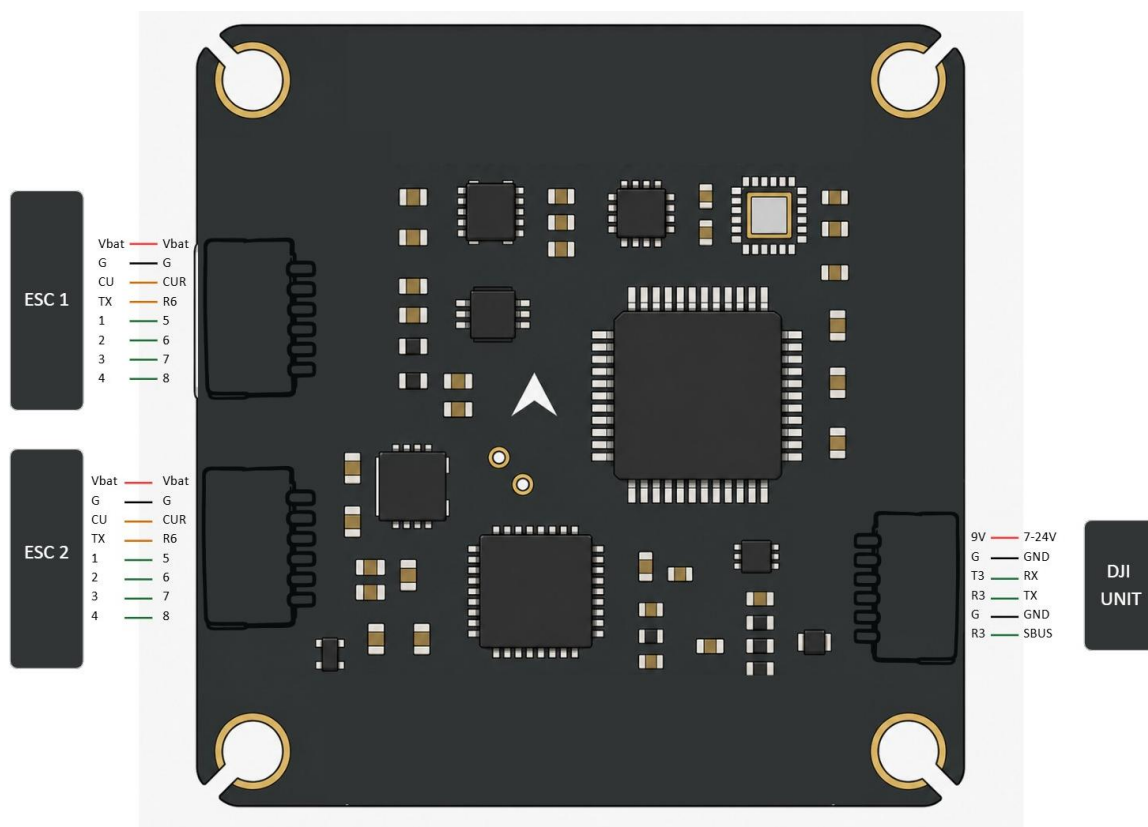

Fig.3. Diagrama de cableado (conectores del ESC y de la DJI Air Unit)
- Enlace con el ESC: Utilice los conectores ESC 1 y ESC 2 (de 8 pines, véase la Fig. 3) para conectar hasta dos ESC 4 en 1. Cada conector transporta la tensión de la batería (Vbat), la masa (G), la señal del sensor de corriente (CU), la telemetría (TX) y cuatro señales de motor (1-4).
- UART 6 (Telemetría del ESC): La telemetría del ESC (TX) de los conectores del ESC se recibe en R6 (véase la Fig. 3).
- Conector DJI UNIT: Conecte la DJI Air Unit al conector DJI UNIT de 6 pines (véase la Fig. 3): 9V a 7-24V, G a GND, T3 a RX, R3 a TX, G a GND, R3 a SBUS.